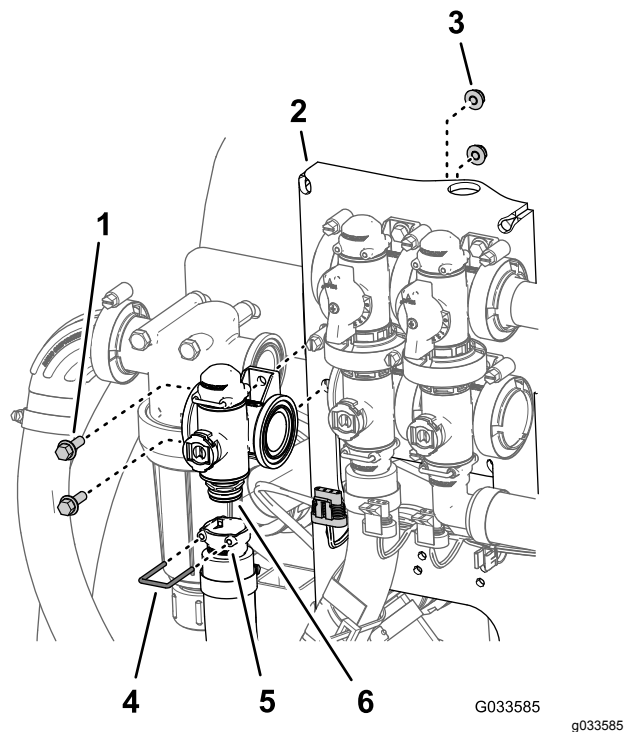

Figura 99
2. Retire o retentor que fixa a união de saída ao coletor para a válvula de controlo de aplicação (Figura 99).
3. Retire os dois parafusos de cabeça flangeada (1/4 pol. x 3/4 pol.) e as duas porcas flangeadas (1/4 pol.) que prendem a válvula de controlo de aplicação à montagem da válvula e retire o coletor da válvula da máquina (Figura 99).